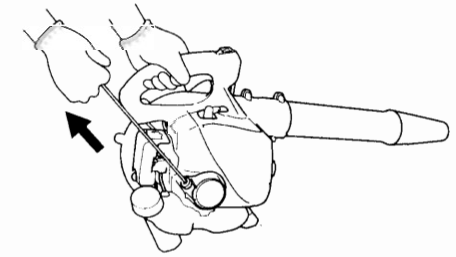

Fig. 7
3. Tire enérgicamente del arrancador de retroceso, tomando la precaución de mantener el asidero bien sujeto para evitar que se escape de la mano. (Fig. 7)